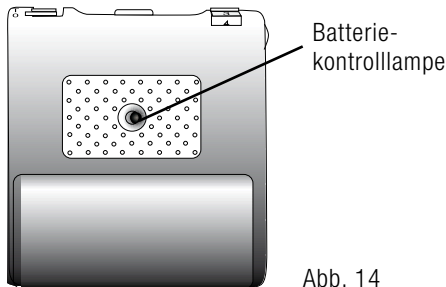

Abb. 14
apollon ist mit einer optischen Batteriekontrolllampe (3) ausgestattet (siehe Abb. 14).